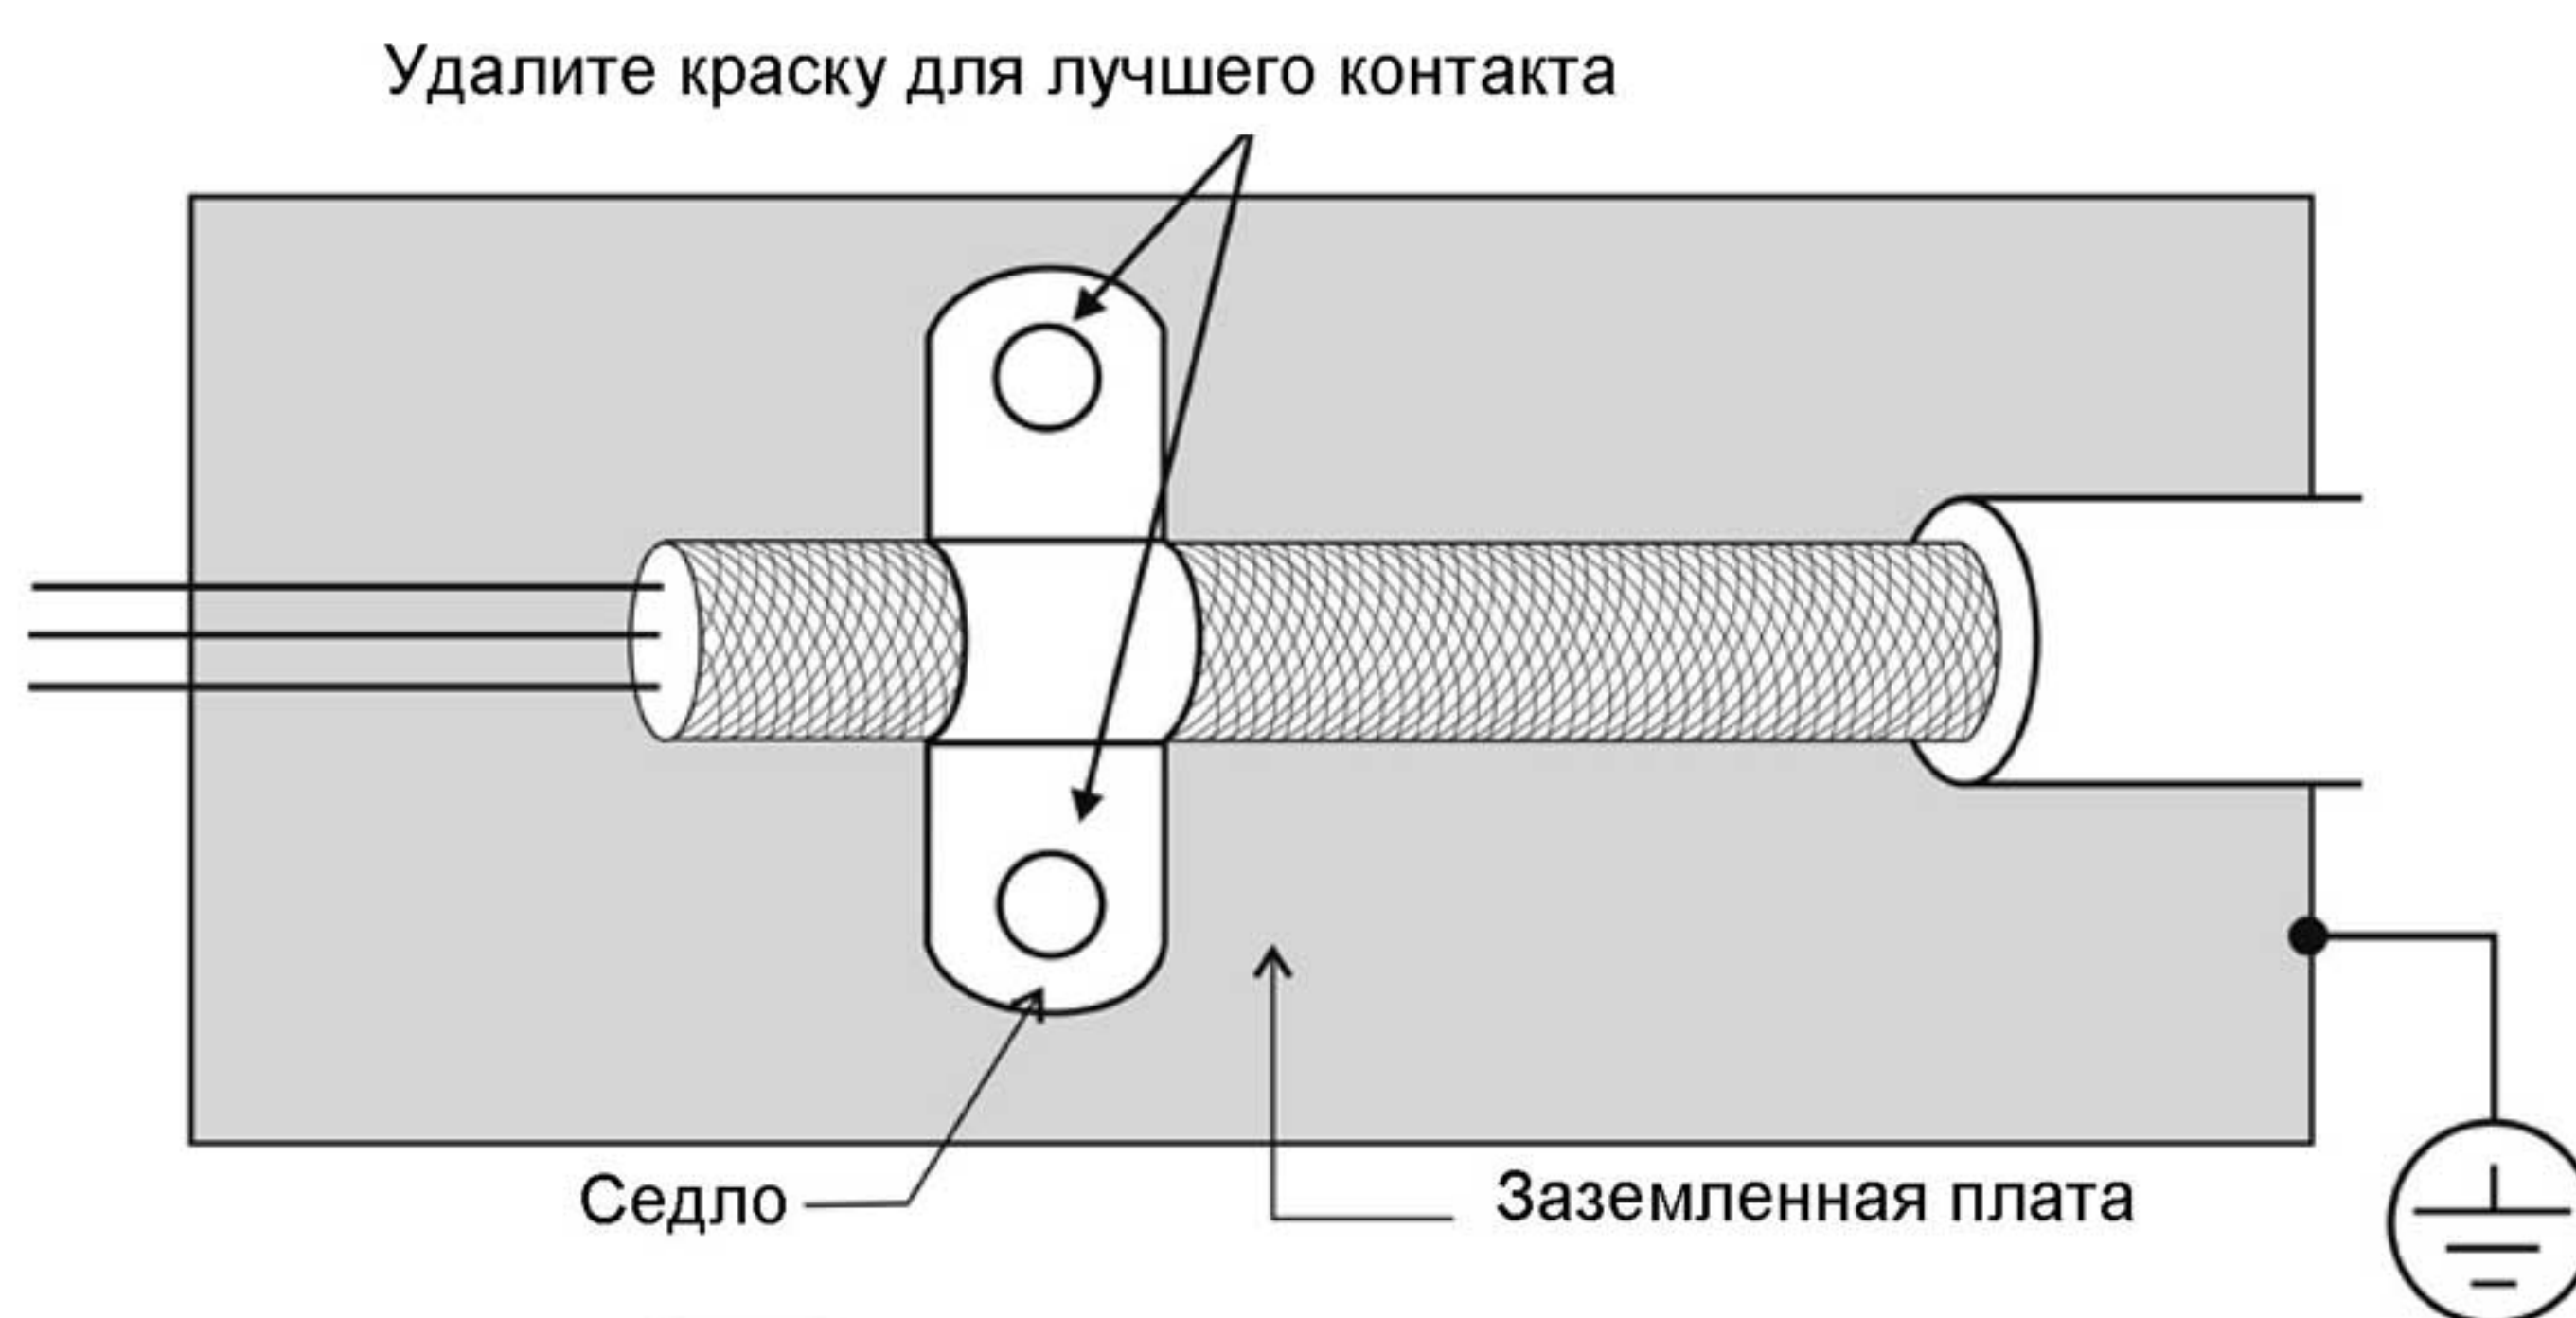

Рисунок 1. Способ монтажа кабеля и заземления экрана. Убедитесь, что место под электрическое соединение экрана очищено от краски и изоляции и надежно закреплено
- Для надежного закрепления кабеля и экрана используйте монтажную пластину и скобу крепления, контактное соединение должно быть очищено от краски, убедитесь в надежности соединения. Смотрите рисунок 1.